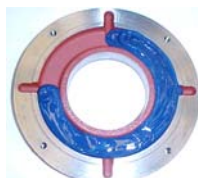

Figura 7.4: Anillo de fijación externo del cojinete
- Llenar $\frac{3}{4}$ del depósito de los anillos de fijación interno y externo con la grasa recomendada (Figura 7.4) y lubricar el rodamiento con cantidad suficiente de grasa antes de montarlo;